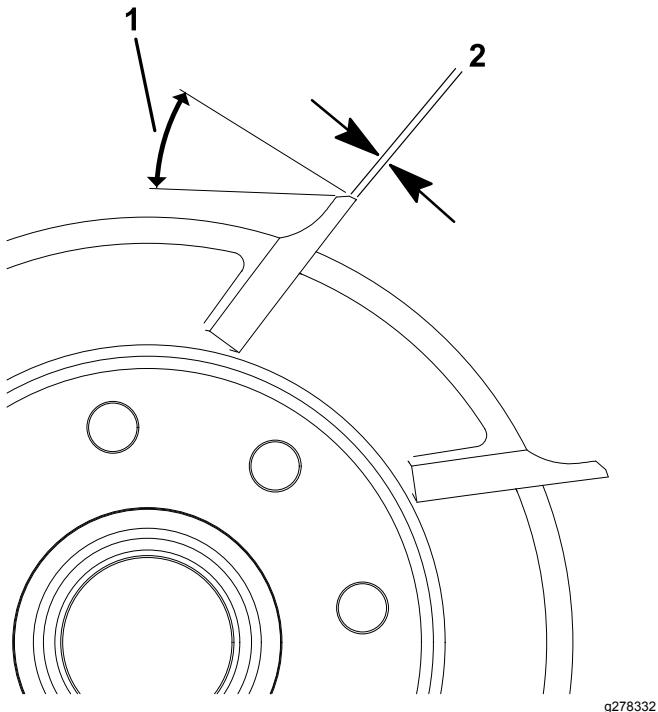

Bild 19
1. Tragen Sie einen Hinterschliff von 30° auf alle Messerspindeln auf, bis die Kante $0,76$ mm breit ist (Bild 19).